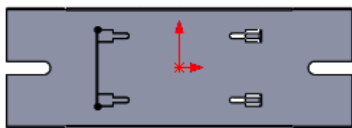
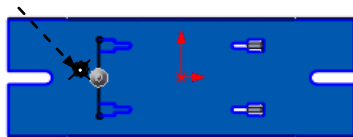

图 11.2.47 绘制的折弯线
图 11.2.48 固定侧的位置
② 定义折弯线草图。在草图环境中绘制图 11.2.47 所示的折弯线。
③ 选择下拉菜单 **插入(I)** → **退出草图** 命令, 退出草图环境, 此时系统弹出“绘制的折弯”对话框。
(3) 定义折弯固定侧。在图 11.2.48 所示的位置处单击, 确定折弯固定侧。